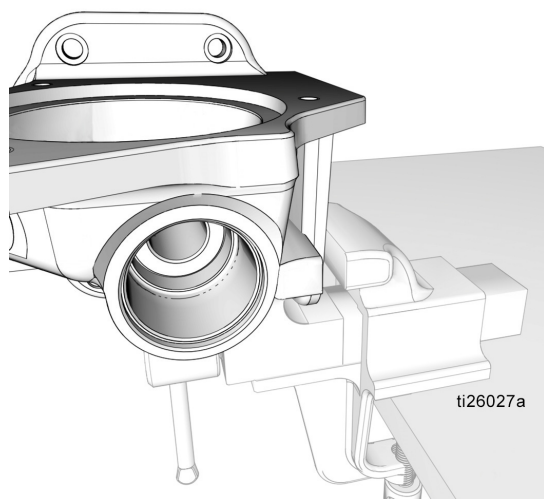

FIG. 42
4. Riposizionare la base della pompa (1) in una morsa come mostrato in FIG. 42.